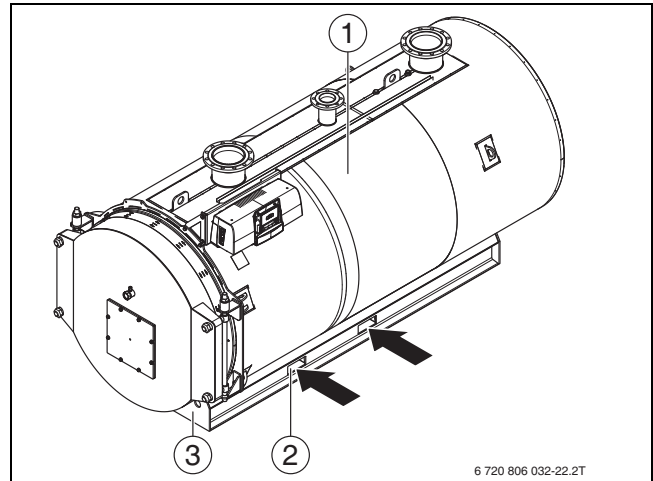

Fig. 10 Transportarea cazanului cu un motostivuitoar cu furcă
- ▶ Utilizați orificiile de transport pentru motostivuitoarul cu furcă (→ fig. 10, [2]).
- ▶ Transportați cazanul cu ajutorul orificiilor pentru transport de pe cadrul de bază (→ fig. 10, [2]).